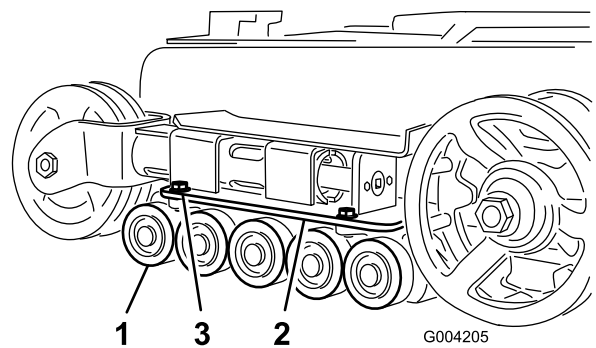

Bild 48
2. Nehmen Sie die vier Schrauben ab, mit denen die untere Kettenführung (die die Straßenräder enthält) befestigt ist, und nehmen Sie diese ab (Bild 48).